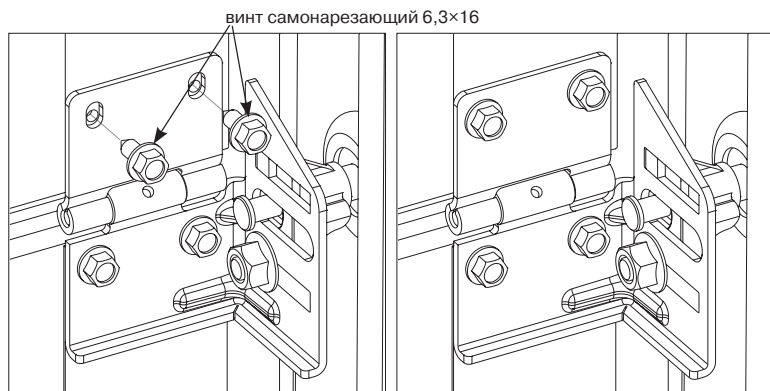

Рис.29.1
- 2) двумя самонарезающими винтами 6,3×16 закрепить к панели верхнюю полу-петлю боковой петли, установленной на предыдущей панели (рис.29.1). Панель должна быть строго вертикальна;